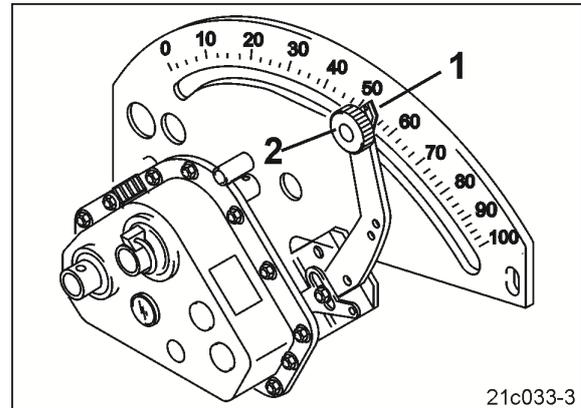

Fig. 29
Contrôle de débit sur les semoirs à roue crantée (p. ex. D9) et les semoirs pneumatiques (p. ex. AD-P) avec boîtier Vario sans téléréglage du débit (Fig. 29).
11. Réglez le levier d'entraînement (Fig. 29/1) sur la valeur d'échelle et fixez-le avec la vis moletée (Fig. 29/2).
19. Réglez le levier d'entraînement (Fig. 29/1) sur la valeur d'échelle et fixez-le avec la vis moletée (Fig. 29/2).